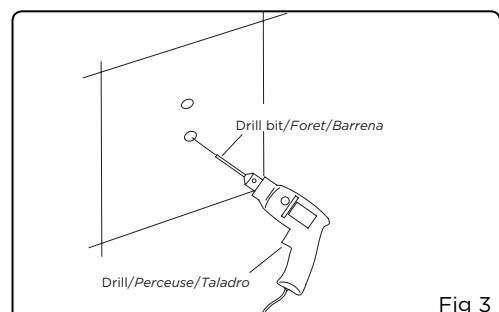

Fig 3
3. Using the drill bit, carefully drill four holes. TIP: INSTALL ONE POST, THEN ASSEMBLE SLIDE BAR AND CONFIRM HOLE POSITION OF SECOND POST BEFORE DRILLING (Fig 3).
3. À l'aide d'un foret, percer délicatement les quatre trous. CONSEIL: INSTALLER UN POTEAU, PUISASSEMBLER LA BARRE DE MONTAGE. VÉRIFIER LA POSITION DU TROU DU SECONDE POTEAU AVANT DE PERCER (fig. 3).